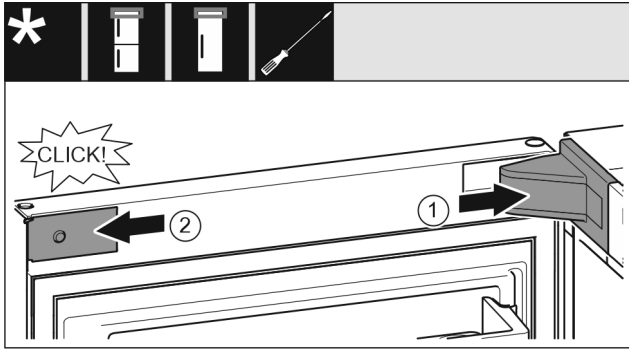

Fig. 17
- ▶ 放上并插入托架盖，如有必要小心地按压分开。 Fig. 17 (1)
- ▶ 将隔板放置到侧面并插入。 Fig. 17 (2)